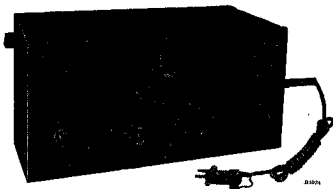

Abb. 3
1. Ein Serviceoszillator (G.M. 2880, Abb. 3), eine Kunstantenne für 200-3000 m ($200 \mu\text{F}$, $25 \mu\text{H}$ und 20 Ohm) und eine Kunstantenne für 14-200 m (400 Ohm); beide Antennen werden beim Oszillator mitgeliefert.